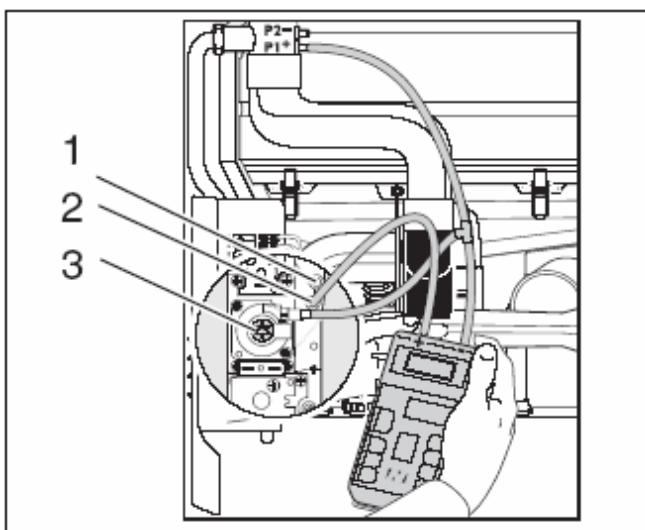
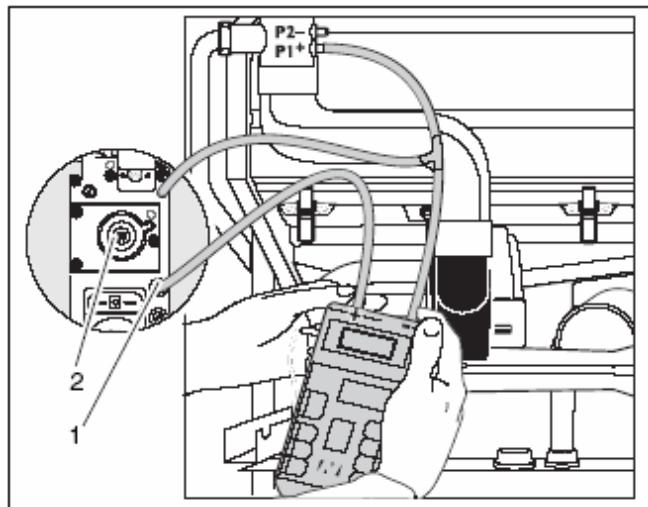

Рис. 28 Проверка и настройка соотношения газ-воздух (арматура Honeywell)
Рис. 29 Проверка и настройка соотношения газ-воздух (арматура SIT)
- Стянуть нижний шланг с газо-воздушного сопла и вставить в разрыв шланга с тройником (рис. 28 или рис. 29).
- Вывернуть винт на ниппеле для измерения давления горелки в арматуре Honeywell (рис. 28, поз. 2) на два оборота, в арматуре SIT (рис. 29, поз. 1) – полностью.
- Вывернуть винт на ниппеле для измерения давления (рис. 28, поз. 1) на два оборота, в арматуре SIT (рис. 29, поз. 1) – полностью.
- Плюсовое присоединение измерительного устройства соединить шлангом с ниппелем для измерения давления горелки (рис. 28, поз. 2 или рис. 29, поз. 1).
- При отклонении соотношения газ-воздух от указанных величин подстроить его регулировочным винтом (рис. 28, поз. 3 или рис. 29, поз. 2).
- Измерить и записать содержание CO₂. Содержание CO₂ при частичной нагрузке должно быть на 0,7 % ниже, чем при полной нагрузке. Если результат измерения слишком высок или слишком низок, настроить соотношение газ-воздух при частичной нагрузке регулировочным винтом арматуры газовой горелки (рис. 28, поз. 3 или рис. 29, поз. 2).